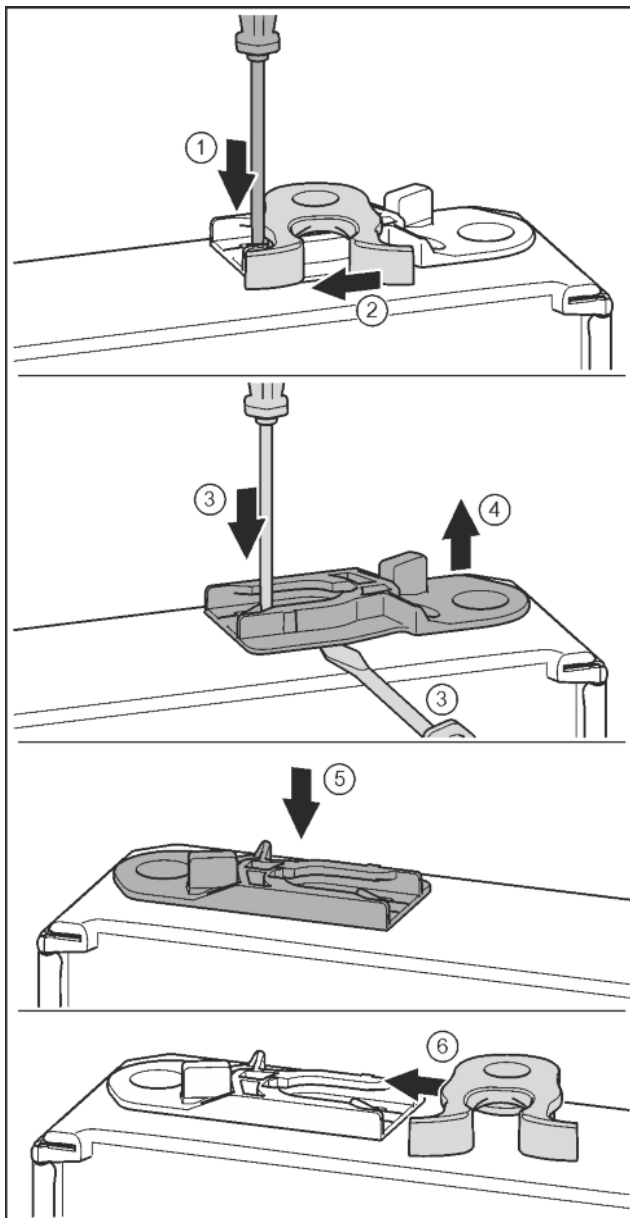

Fig. 20
- ▶ За допомогою шліцевої викрутки притисніть униз накладку. Fig. 20 (1)
- ▶ Витягніть із напрямної запірний гачок. Fig. 20 (2)
- ▶ Витягніть направляюче гніздо: Натисніть шліцевою викруткою накладку і одночасно підведіть її під направляюче гніздо. Fig. 20 (3, 4)
- ▶ Направляюче гніздо, що входить до складу поставки, вставити з іншого боку корпусу. Fig. 20 (5)
- ▶ Вставте в направляючу запірний гачок. Fig. 20 (6)